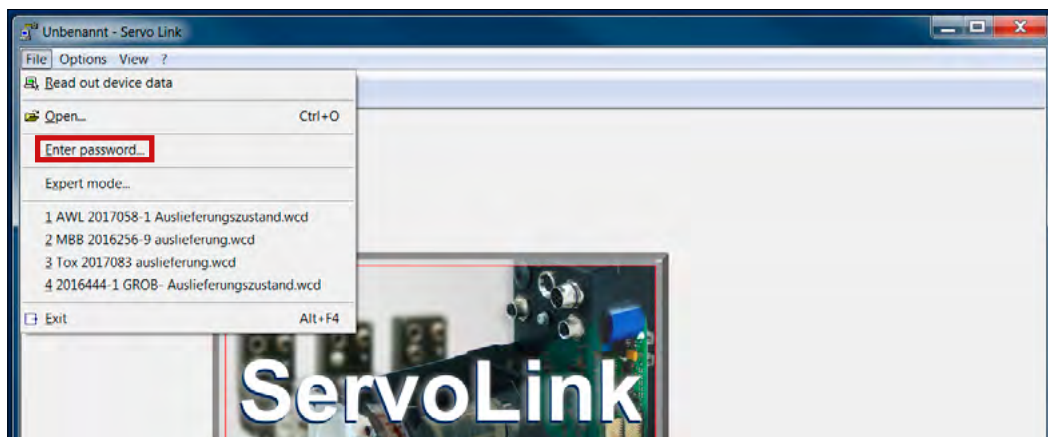

Abb. 16: Menüpunkt „Passwort eingeben“ für erweiterte Einstellungen
5.1 Öffnen Sie das Menü [Datei] (siehe Abb. 16).
5.2 Wählen Sie den Menüpunkt [Passwort eingeben ...] (siehe Abb. 16).